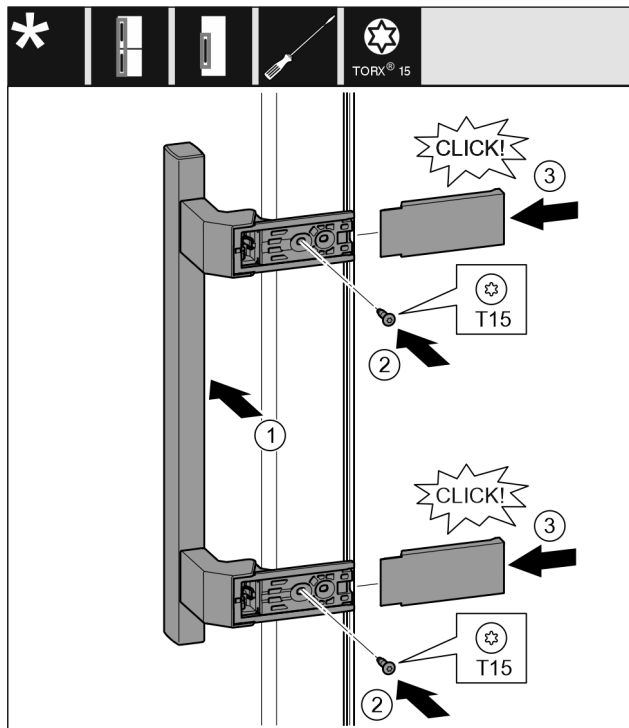

Fig. 40
- ▶ Поставете дръжката от другата страна. Fig. 40 (1)
- ▶ Затегнете винтовете с отвертка T15. Fig. 40 (2)
- ▶ Поставете отстрани капаците и ги нахлузете. Fig. 40 (3)